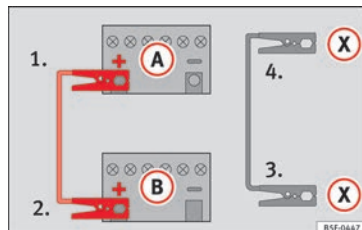

Fig. 68 Schéma de branchement pour les véhicules équipés du système Start-Stop.
- *Sur les véhicules avec système Start-Stop* : raccordez une extrémité du câble d'urgence *noir* (X) à une borne de mise à la terre appropriée, à une pièce métallique massive vissée au bloc-moteur, ou au bloc-moteur lui-même » fig. 68.
5. Branchez l'autre extrémité du câble de démarrage *noir* (X), dans le véhicule avec la batterie déchargée à une pièce en métal massif vissée au carter-moteur ou directement au carter-moteur mais le plus loin possible de la batterie (A).